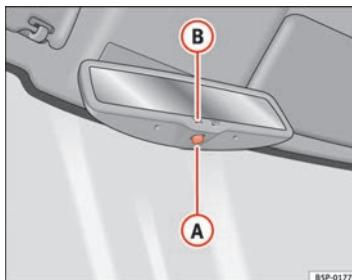

Fig. 67 Retrovisor interior con ajuste automático para posición antideslumbrante.
- Pulse la tecla A ⇒ fig. 67. El testigo de control B se apaga.
- Pulse la tecla A  **fig. 67**. El testigo de control se enciende.